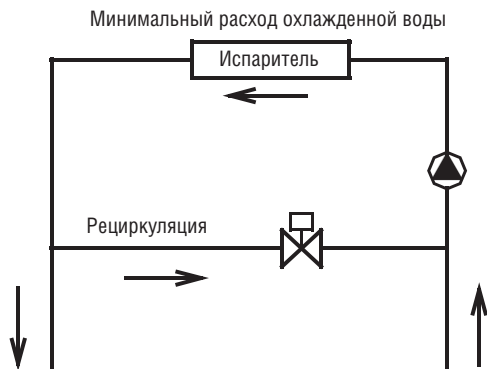

Рис. 4-3
- c. Входная труба испарителя должна быть снабжена реле протока воды, чтобы обеспечить защиту модуля от разрыва потока. С обоих торцов реле протока воды должны быть прикреплены горизонтальные прямые отрезки трубы, длина которых в пять раз превосходит диаметр впускной трубы. Реле протока воды должен устанавливаться в строгом соответствии с указаниями по монтажу и регулировке пульта управления расхода (см. рис. 4.3 и 4.4). Провода реле протока воды должны подсоединяться к электрораспределительному шкафу с помощью экранированного кабеля (дополнительные сведения см. на схеме элементов электрического управления). Рабочее давление регулятора расхода равно 1,0 МПа, а диаметр согласующего отверстия — 1 дюйм (25,4 мм). После подсоединения трубопроводов реле протока воды будет настроен надлежащим образом согласно номинальному расходу воды модуля.